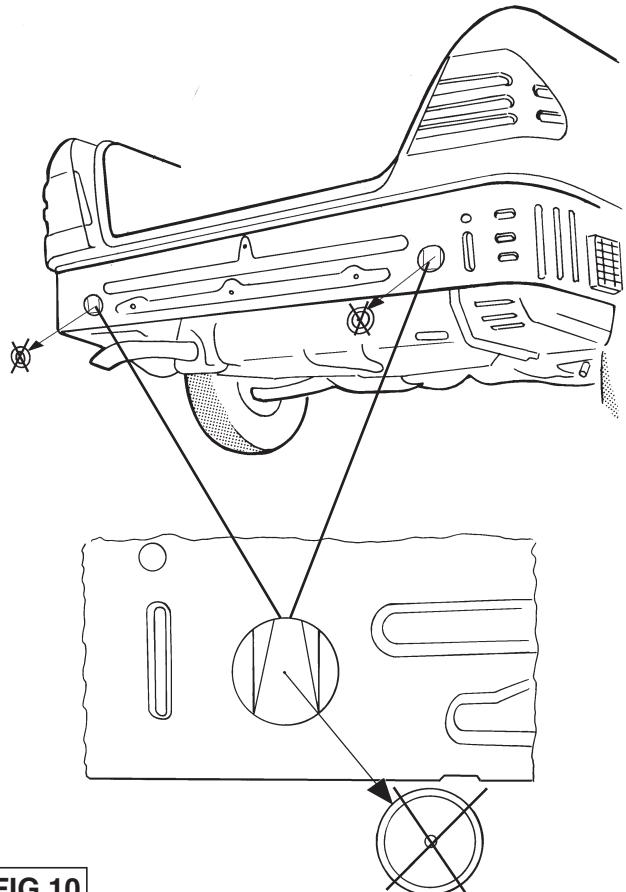

FIG.10
- Bor den i fig.7 afmærkede fordybning igennem ifølge fig.8. Lav en åbning i bagpanelet ifølge fig.9 og fig.10. Anbring beslagene A og B i den venstre og højre vange ifølge fig.11.